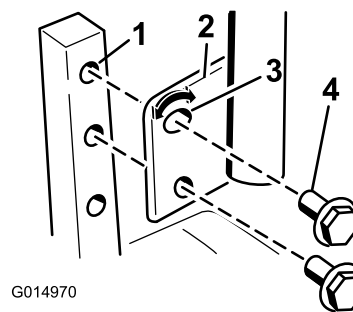

Figura 23
1. Retire los 2 pernos que fijan la palanca de control al brazo de la palanca (Figura 23).
3. Fije la palanca con los 2 pernos (Figura 23).
2. Afloje el perno inferior lo suficiente para poder desplazar hacia adelante o hacia atrás la palanca de control (Figura 23).